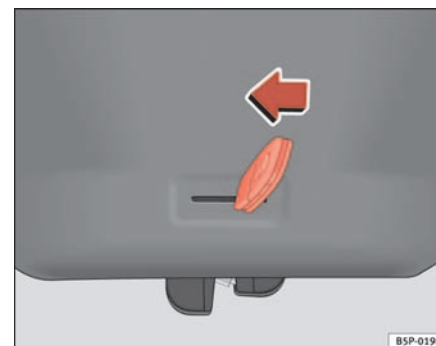

Fig. 68 Cofano vano bagagli: apertura di emergenza
- Inserire l'ingegno della chiave nella fessura e sbloccare il dispositivo di chiusura girando la chiave da destra verso sinistra, come indicato dalla freccia ⇒ fig. 68. ■